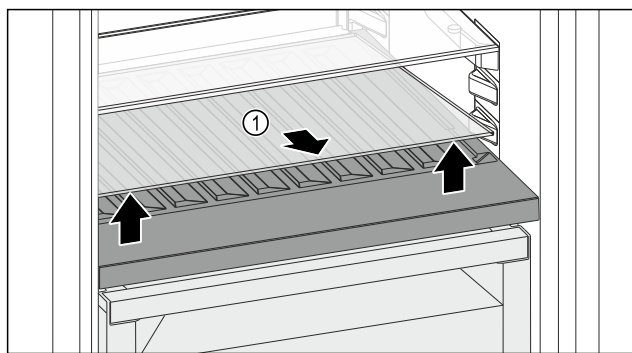

Fig. 165
- Løft glassplaten Fig. 165 (1) foran på fordypningen og ta den ut.
- Oppbevar glassplaten Fig. 165 (1) trygt utenfor apparatet.
- Glassplaten (2) legges inn under den variable flaskehylle.